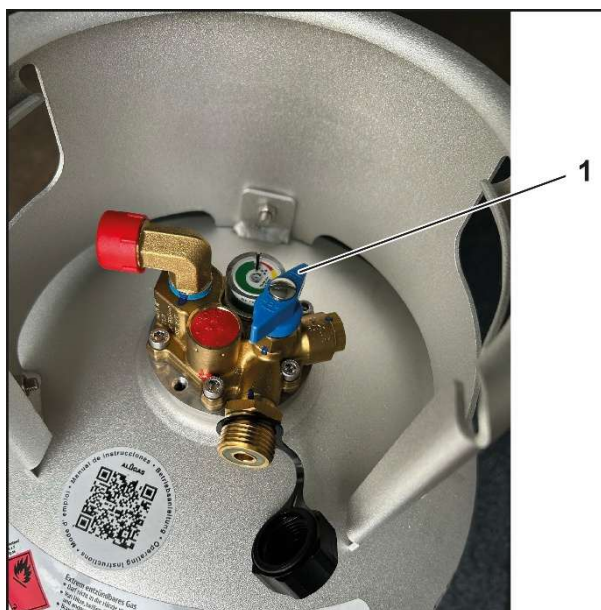

Bild 10
1. Stäng gasspärventilen (Bild 10/1).